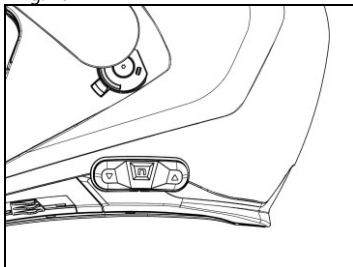

Fig. 22
- Korrekt placering av knappsatsen visas i Fig. 22.